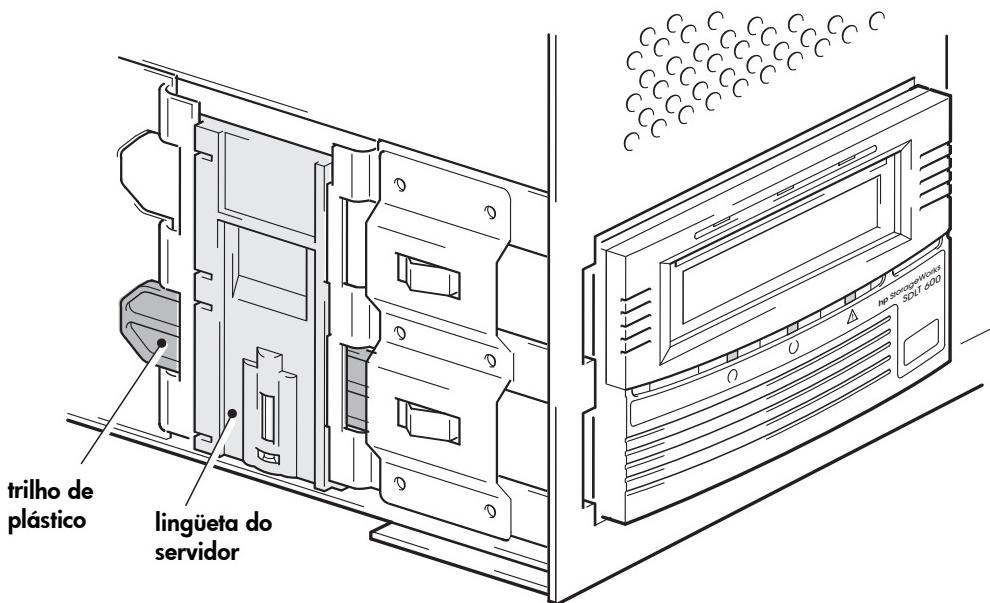

Figura 8a: fixar a unidade nos acessórios de montagem
- 1** Empurre a unidade de fita com firmeza para dentro da baia e verifique se a lingüeta do servidor está na posição travada, conforme mostra a Figura 8a.